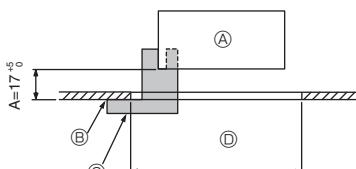

Fig. 9-2
① Gitter	1	950 x 950 (mm)
② Installationsmåler	1	(delt i fire)
③ Trådløs fjernbetjening	1	til PLP-6EALM
④ Holder til fjernbetjening	1	Medfølger hvis udstyret med trådløs fjernbetjening.
⑤ LR6 AA-batterier	2	Medfølger hvis udstyret med trådløs fjernbetjening.
⑥ 3,5 x 16 pladeskruer	2	Medfølger hvis udstyret med trådløs fjernbetjening.
9.2. Forberedelser til fastgørelse af gitteret (Fig. 9-2)
- Juster og kontroller placeringen af hovedenheden i forhold til loftsladen med måler ②, der følger med dette sæt. Hvis hovedenheden ikke placeres korrekt i forhold til loftsladen, kan der opstå luftlækager eller kondensdannelse.